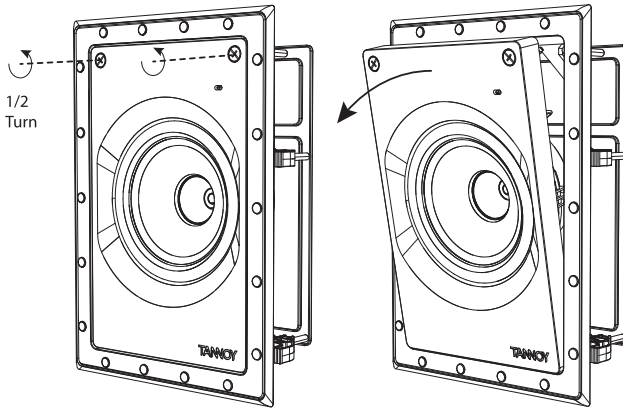

图 4. 从框架上卸下扬声器组件
1. 扬声器挡板组件在框架内运输, 应按以下步骤卸下: 松开两个螺钉不到半圈, 然后将其从框架中倾斜出来 (图 4)。将其存放在安全干燥的地方, 直到可以安装为止。